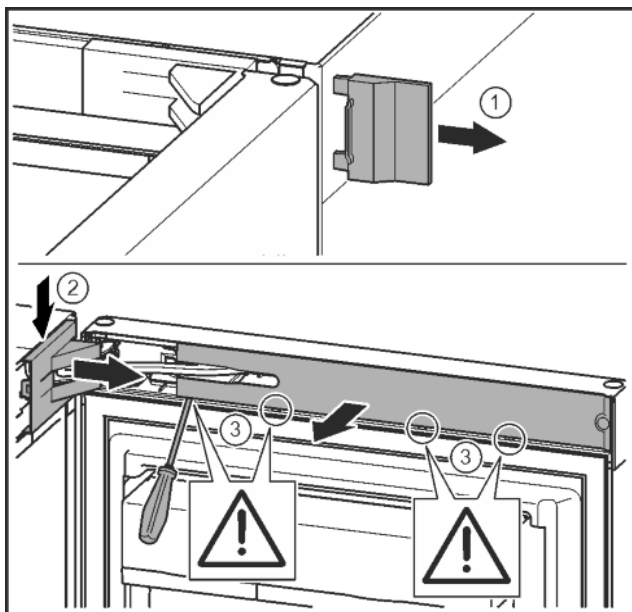

Fig. 6
- ▶ Sejměte vnější kryt. Fig. 6 (1)
- ▶ Odjistěte a uvolněte kryt stojanu ložiska. Sejměte kryt stojanu ložiska. Fig. 6 (2)
- ▶ Plochým šroubovákem odjistěte lištu a otočte ke straně. Fig. 6 (3)